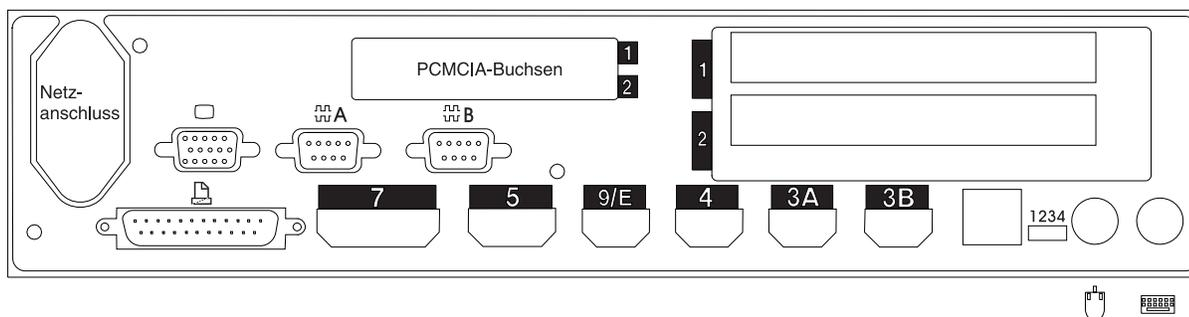

Abbildung 90. Rückseite der Datenkasse IBM 4694-0x4/1x4
10. In Abb. 90 die Buchsen, an die die Kasseneinheiten angeschlossen werden sollen, durch ein X kennzeichnen.